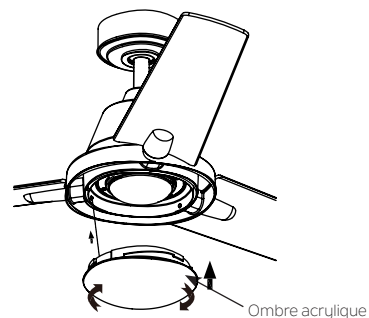

Fig. 25
Étape 4: Sécuriser l'ombre acrylique sur la plaque d'éclairage en tournant dans le sens horaire, tourner progressivement l'ombre acrylique jusqu'à ce que ça s'insère dans la plaque d'éclairage. Ne pas trop serrer (Fig 25).